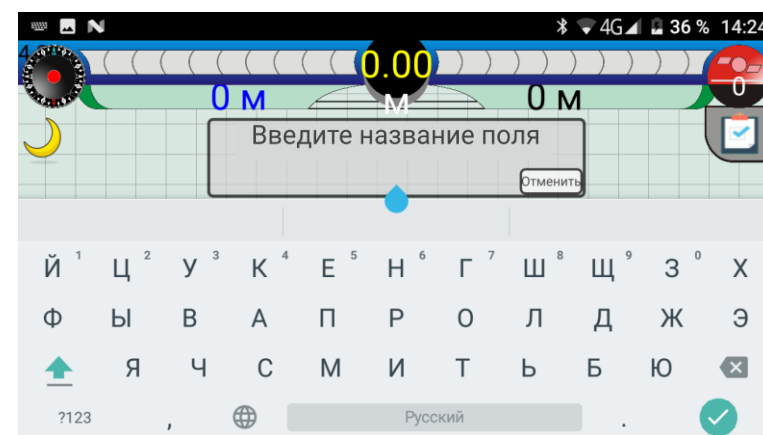

Рисунок 9.2
- ввести название поля, которое необходимо сохранить, нажав «√» на виртуальной клавиатуре. Если нет необходимости сохранять обработанный участок поля - кнопку «**Отменить**» (рисунок 9.2).